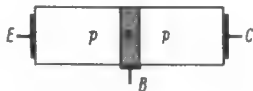

Bild 2. Gezogener Flächen-transistor
2. An den 1951 geborenen Gezogenen Transistor (rate grown transistor; Bild 2), den ältesten und zugleich zähligsten Flächen-transistor. Er hat einen jüngeren Bruder (grown diffused transistor), bei dessen Herstellung das Stufenziehen mit einem Diffusionsvorgang verknüpft wird.